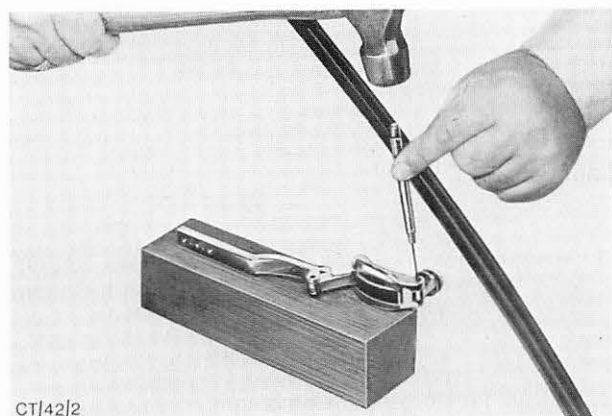

Abb. 18 Scharnierfensterscheibe wie gezeigt unterstützen, während Spannhülse aus dem Rastenaussteller – Fensterteil herausgetrieben wird.
3. Scheibe auf eine geeignete Unterlage (Klotz) halten, Spannhülse heraustreiben und Karossteil des Rastenausstellers vom Fensterteil trennen. Abb. 18.